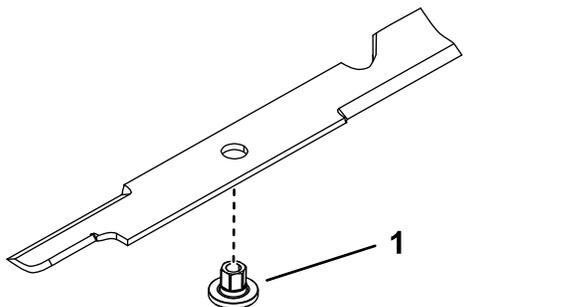

Figura 92
1. Instale o casquilho através da lâmina com a flange do casquilho na parte inferior (relva) da lâmina (Figura 92).